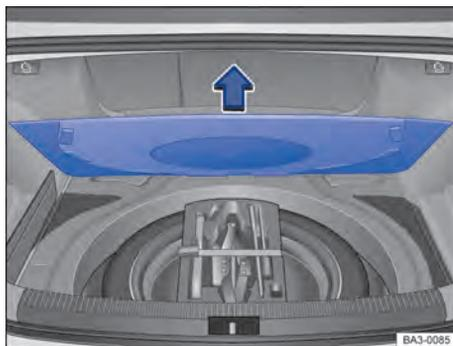

Fig. 144 No compartimento de bagagem sob o assoalho do compartimento de bagagem: ferramentas de bordo.
- Erguer o revestimento do assoalho no sentido indicado pela seta → Fig. 144 e, conforme o caso, retirá-las.